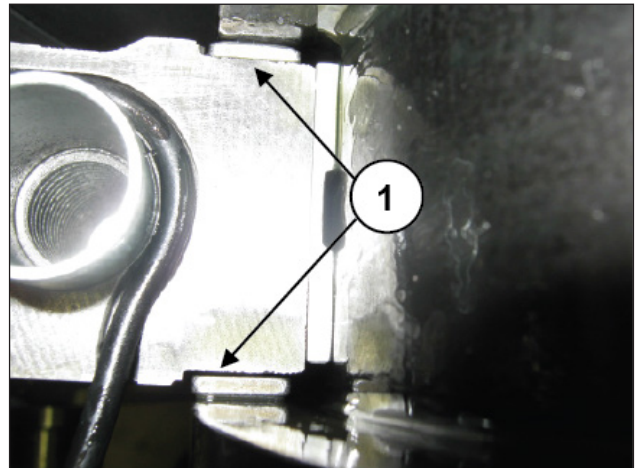
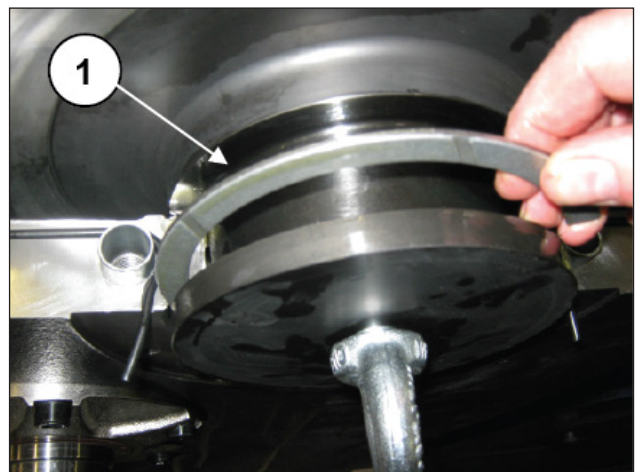

Abb. 33
Abb. 34
Entfernen Sie die zwei axialen Bund-Halbringe der Kurbelwelle (Pos. ①, Abb. 33 und Abb. 34).